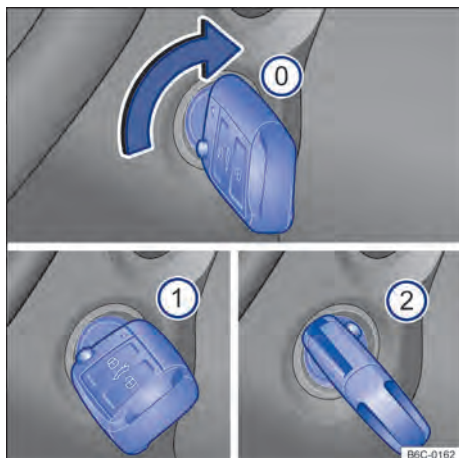

Fig. 90 Ao lado do volante, à direita: posições da chave do veículo no cilindro da ignição.
Posições da chave do veículo → Fig. 90
- ① Ignição desligada. A chave do veículo pode ser retirada.
- ① Ignição ligada.
- ② Pisar no pedal do freio (*veículos com transmissão automática*), ou no pedal da embreagem (*veículos com transmissão manual*) e ligar o motor. Quando o motor pegar, soltar a chave da ignição. Ao soltar, a chave do veículo retorna à posição → Fig. 90 ①.
- *Veículos com cilindro da ignição*: girar a chave do veículo na posição → Fig. 90 ①. A ignição está ligada. Nesse instante a luz de controle do sistema de partida aquecida 🔌 irá se acender no instrumento combinado. Aguardar que a luz de controle 🔌 se apague indicando o término do aquecimento do combustível (esta ação poderá ser necessária em condições de partida com o motor frio).
- *Veículos com cilindro da ignição*: girar a chave do veículo no cilindro da ignição para a posição → Fig. 90 ② – não acelerar. Quando o motor começar a funcionar, soltar a chave do veículo no cilindro da ignição.
- *Veículos com cilindro da ignição*: girar a chave do veículo no cilindro da ignição na posição → Fig. 90